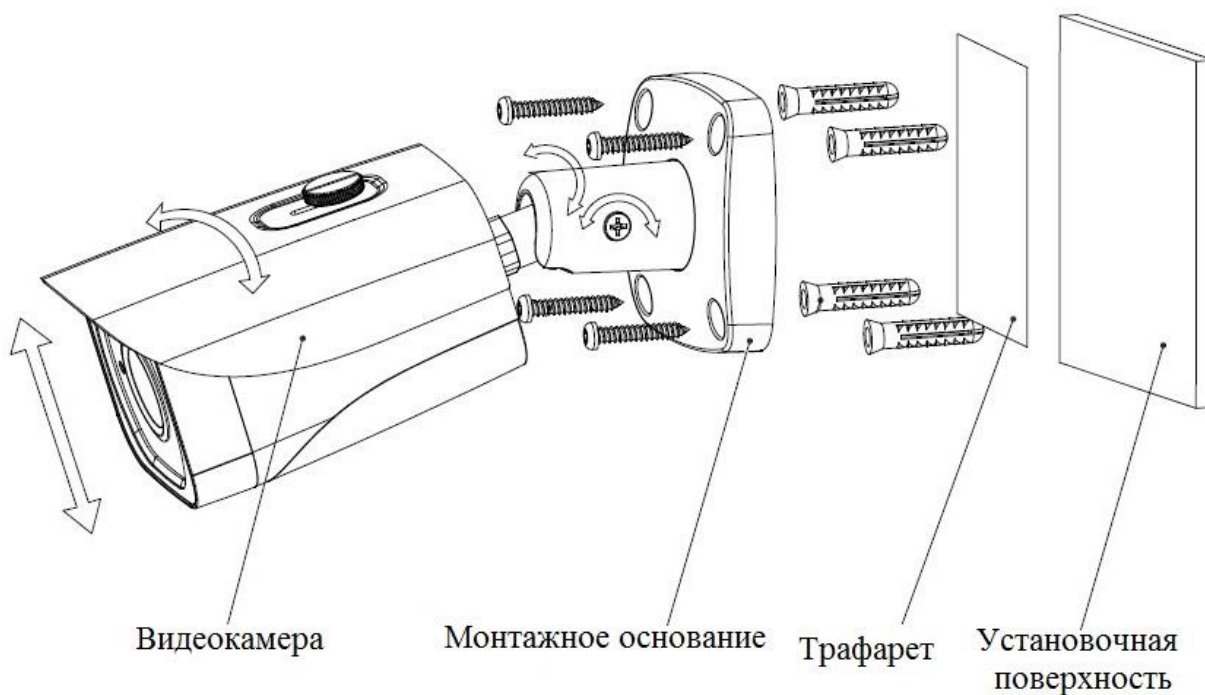

Рисунок 4
4.6 Прикрепите видеокамеру к установочной поверхности (рис.4).